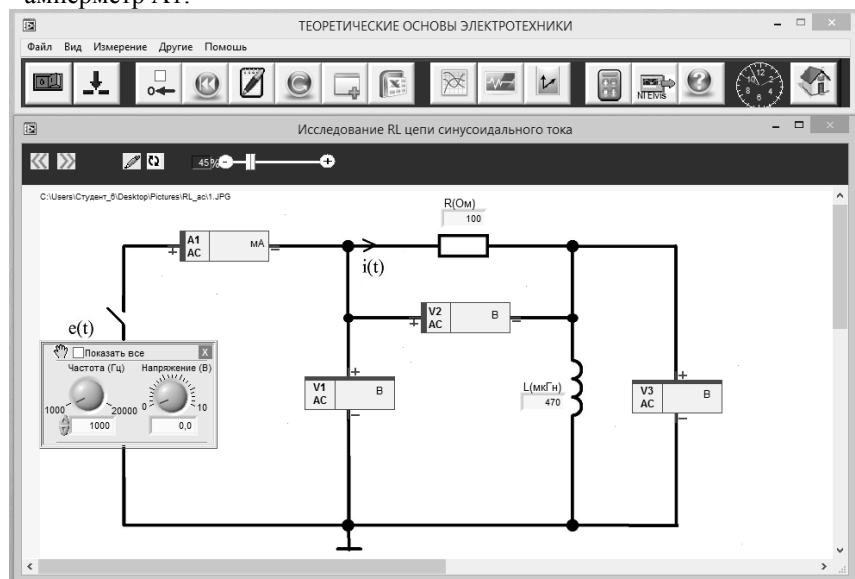

Рис. 11
4.3. Из главного меню выберите лабораторную работу **Исследование RL – цепи синусоидального тока**. Откроется заранее подготовленное изображение электрической схемы с размещенными на ней полями компонентов и приборов (рис.11).
4.3.1. Соберите на плате цепь в соответствии со схемой на рис.11. Установите номиналы сопротивления и индуктивности в соответствии с заданным преподавателем вариантом.